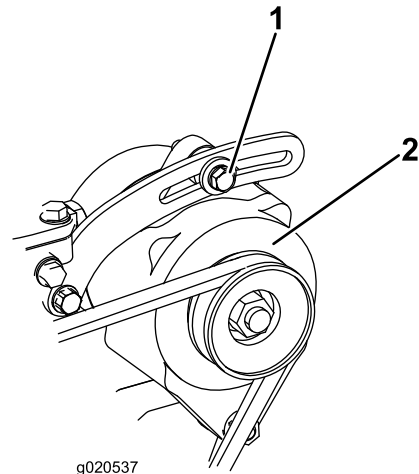

図 144
3. オルタネータ側プーリとクランクシャフト側プーリ間の中央部でオルタネータベルト **図 144**を指で 10kg 程度の力で押してベルトの張りを点検する。
4. オルタネータをブレースに固定しているボルトと、オルタネータのピボットボルトをゆるめる **図 144**。